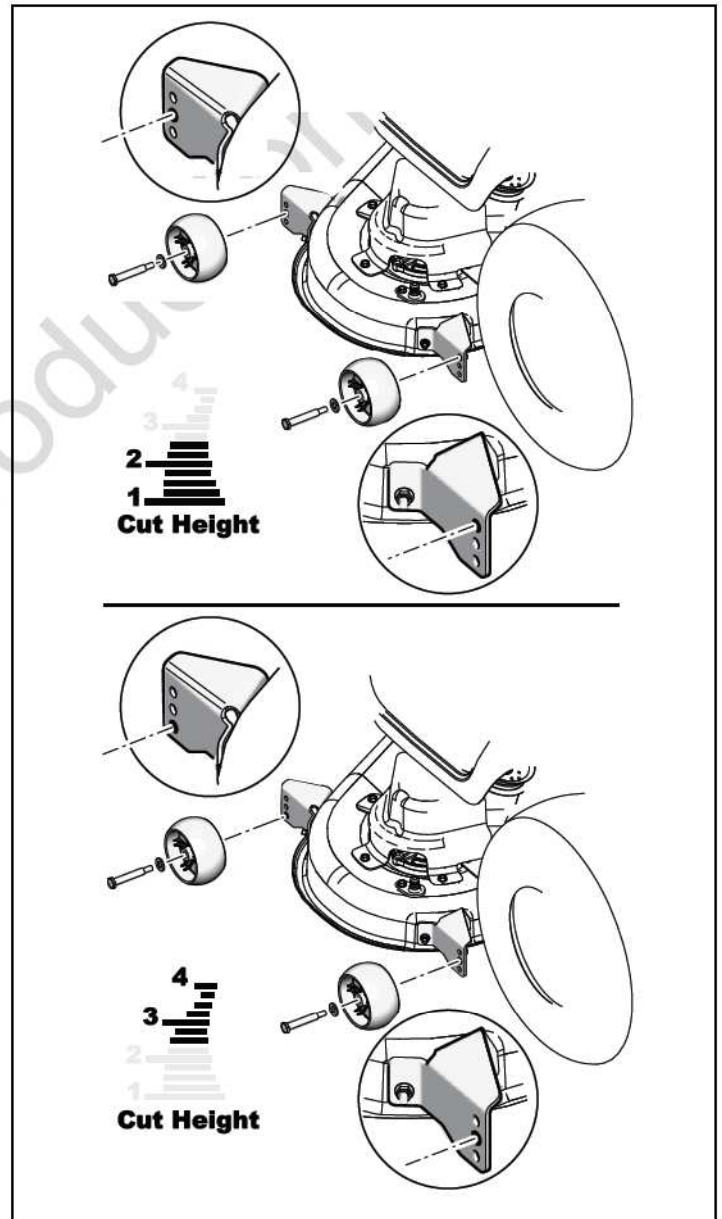

Figure 15
4. Régler le cas échéant les roues de jauge avant et arrière (voir Figure 15).